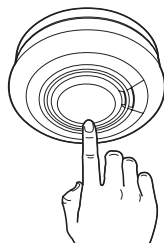

Abbildung 7
7. Drücken Sie den Testknopf bei jedem Warnmelder, um sicherzustellen, dass das Gerät funktioniert (Abbildung 7).
- Halten Sie den Testknopf gedrückt, bis der Alarm ertönt und die rote LED blinkt (siehe Abbildung 7 , Seite 15). Der Warnmelder wird kurz nach dem Loslassen des Testknopfes verstummen.